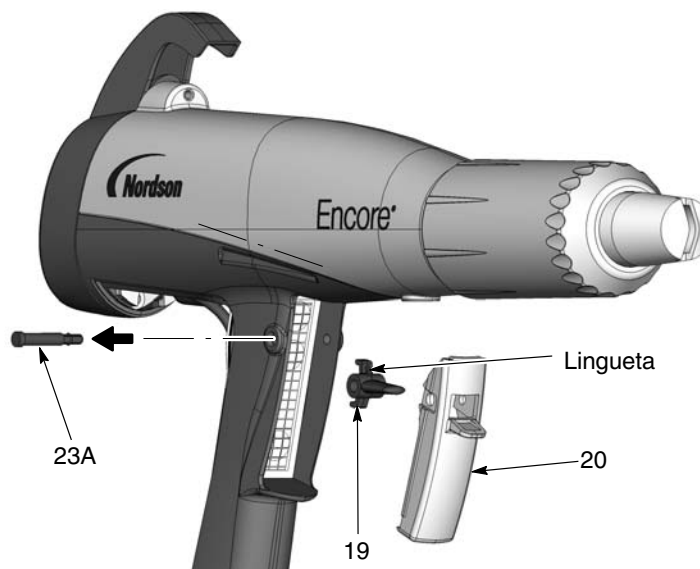

Figura 6-7 Remoção do eixo e dos gatilhos para fora do punho
3. Consulte a figura 6-7. Empurre a extremidade com menor diâmetro do eixo (23A) para fora do punho usando um punção com extremidade plana ou outra ferramenta.
4. Retire, do punho, o gatilho de pintura (20), o actuador (21, não ilustrado) e o gatilho de purga (19).
7. Consulte a figura 6-7. Monte o gatilho de purga (19) no gatilho de pintura (20) com a lingueta voltada para cima, como ilustrado. **Não monte o gatilho de purga ao contrário.**